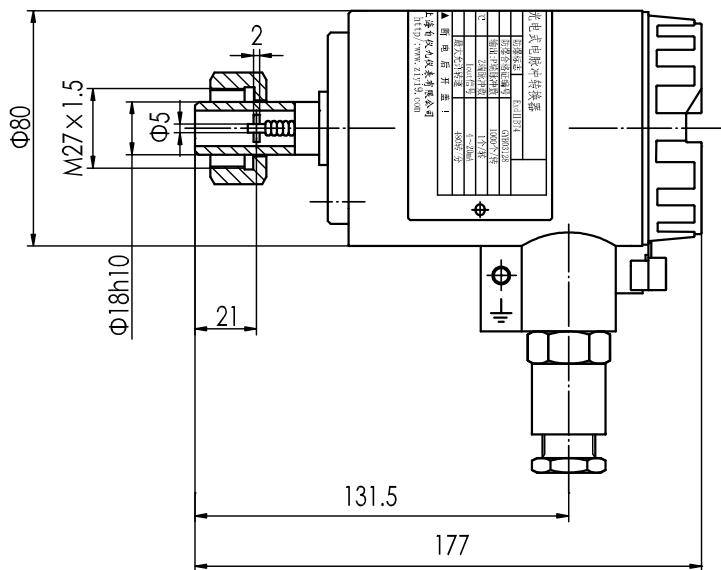

图 2 转换器外型尺寸及安装图
5. 外形尺寸 见图 2
1. 外形尺寸：（见图 2）
(1) 转换器的安装(见图 2)